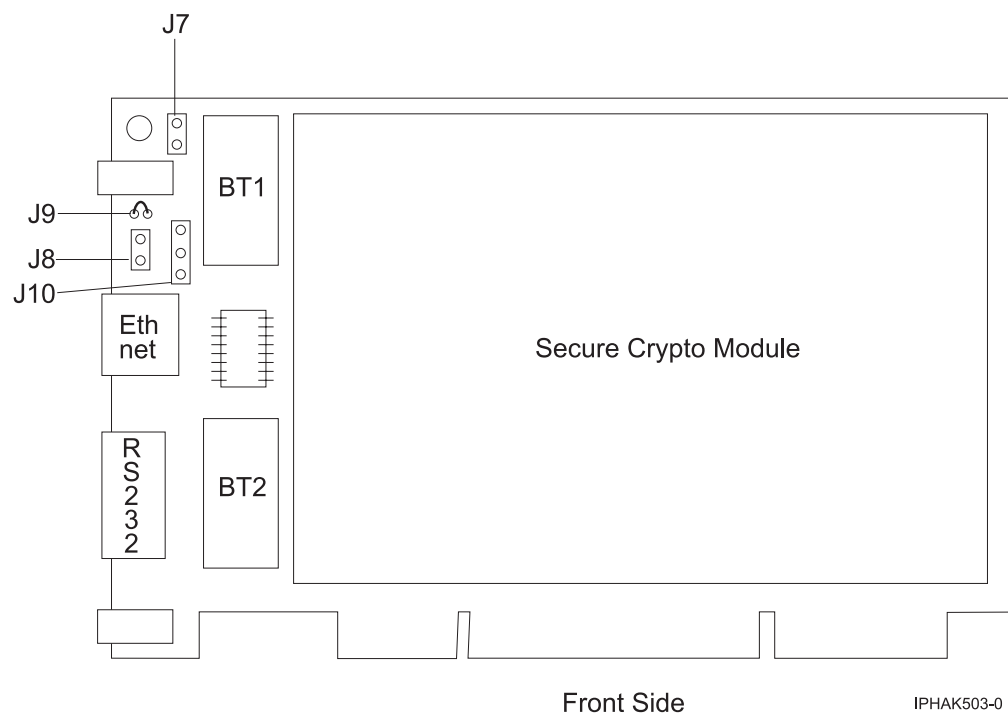

Figura 38. Lado frontal do adaptador
6. Insira uma das novas baterias na bandeja de bateria fornecida com o kit. Alinhe o + na bateria com o + na bandeja da bateria (a extremidade com o fio vermelho). Conecte os fios da bandeja ao conector J10 localizado próximo à porta serial RS-232, como mostrado em Figura 38 na página 137. O conector é polarizado para assegurar uma conexão correta.